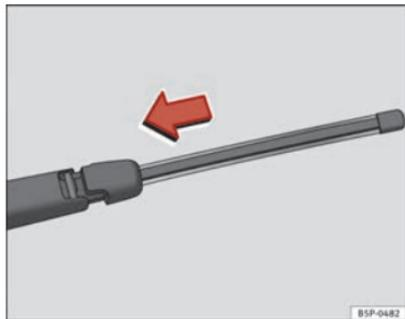

Abb. 173 Heckwischerblatt einsetzen
- Halten Sie das Wischerblatt wie in ⇒ Abb. 173 angezeigt fest und schieben Sie den Adapter so lange, bis er einrastet.